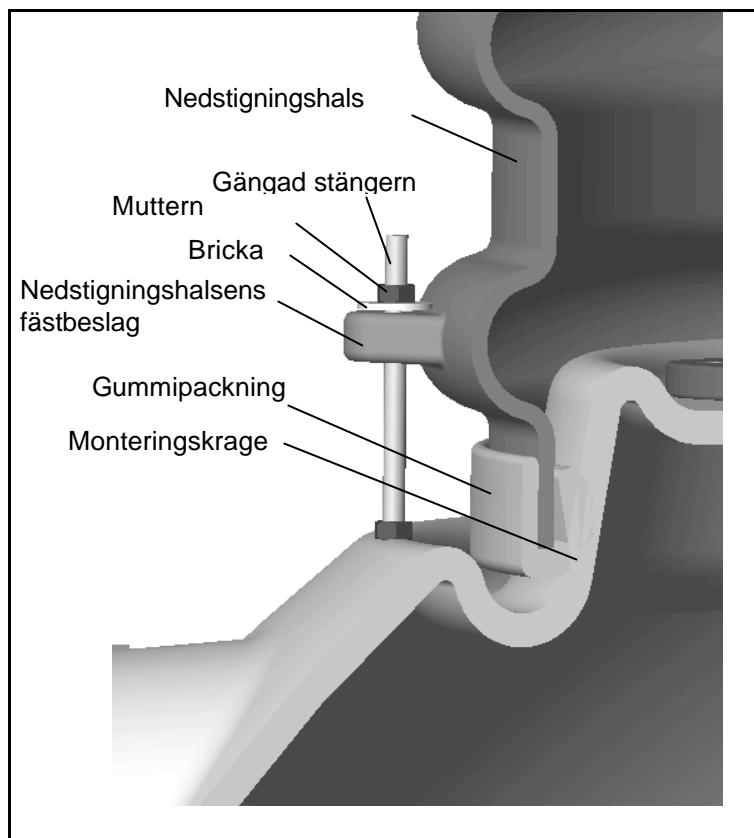

Bild 3 Montering av EuroHUK nedstigningshals i PE-behållaren.
5. Avlägsna lagringsskyddet från fettavskiljare serviceöppning. Montera en gummipackning i nedstigningshalsens nedre kant så att packningens packningsläpp vilar mot fettavskiljares monteringskrage (Bild 3). Montera EuroHUK nedstigningshalsen i upprätt läge mot fettavskiljares monteringskrage. Montera nedstigningshalsens fästbeslag fast i de gängade stängerna i behållaren och spänn fast på plats med muttrar.